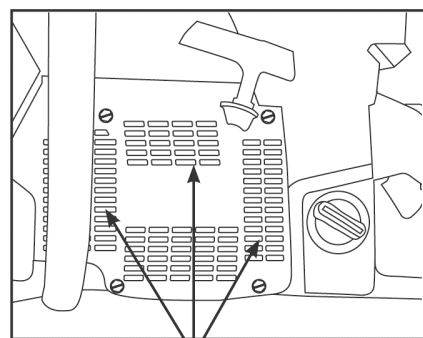

Рис. 3
- Смажьте возвратную пружину с использованием легкого масла, подавая его через отверстие (рис. 3).